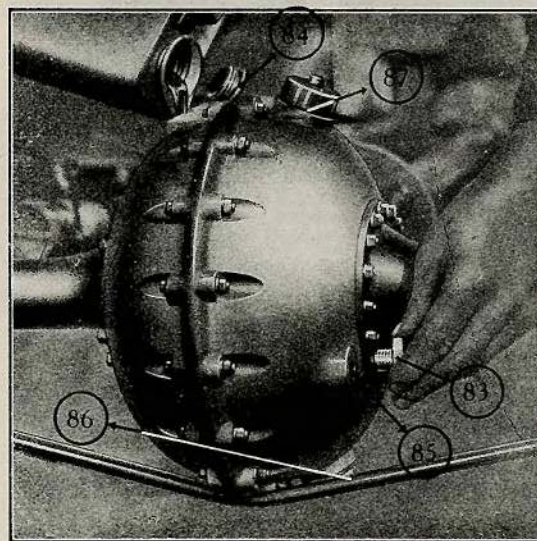

FIG. 20
extrémité sur la boîte de vitesses par une bielle en cuir chromé et armé (82). Cette pièce ne nécessite aucun entretien. La fig. 20 représente le remplissage du pont arrière. La pièce 83 indique le bouchon du trou de niveau du lubrifiant lequel doit être le même que celui de la boîte de vitesses. La pièce 87 représente le reniflard à chicane qui permet à un excès de lubrifiant de s'échapper librement.